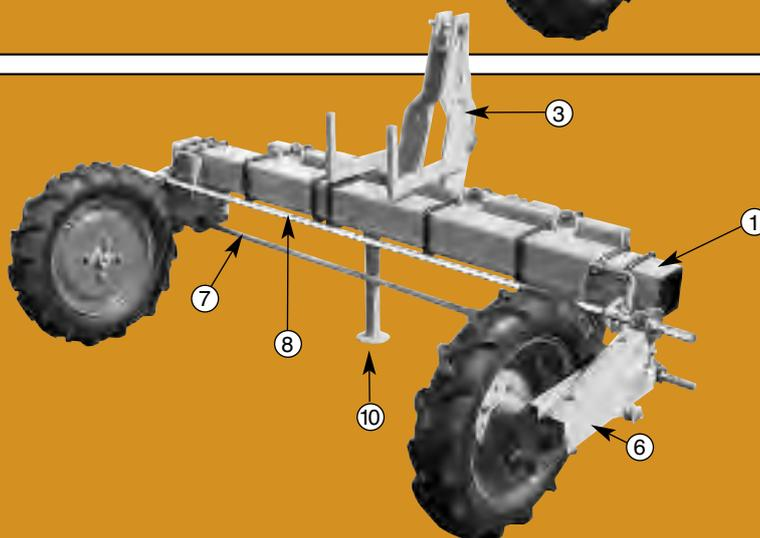

Fig. 2
- Soit en version combinée avec changement de distances incorporé ⑥ (fig. 2) dans le cas d'inter-rangs réduits.
- De 2 axes hexagonaux, moteur ⑦ et récepteur ⑧.
- D'une turbine d'aspiration 16 (ou 28) sorties ⑨.
- D'une (ou 2) béquille ⑩ suivant la longueur de la barre porte outils.
- Or a combination version with a spacing gearbox ⑥ (fig. 2) for use on planters with narrow row spacings.
- 2 hex shafts, driver ⑦ and receiver ⑧.
- A 16-outlet (or 28-outlet) turbofan ⑨.
- One (or 2) stands ⑩ according to the length of the toolbar.
- oder eine Kombinationversion mit Getriebe ⑥ (Fig. 2) zum Gebrauch auf Sämaschinen mit enge Reihenabstände.
- 2 Antriebswellen, für den Antrieb ⑦ und Abtrieb ⑧.
- Eine Turbine 16 Anschlüssen (oder 28) ⑨.
- Eine (oder 2) Stütze(n) ⑩ entsprechend der Länge des Rahmens.
- O en versión combinada con casa de distancias incorporada ⑥ (fig. 2) en los casos de entrefilas reducidos.
- 2 ejes exagonales uno motor ⑦ otro transmis ⑧.
- 1 turbina de aspiración de 16 (ó 28) salidas ⑨.
- 1 (ó 2) muletas ⑩ dependiendo del largo de la barra.